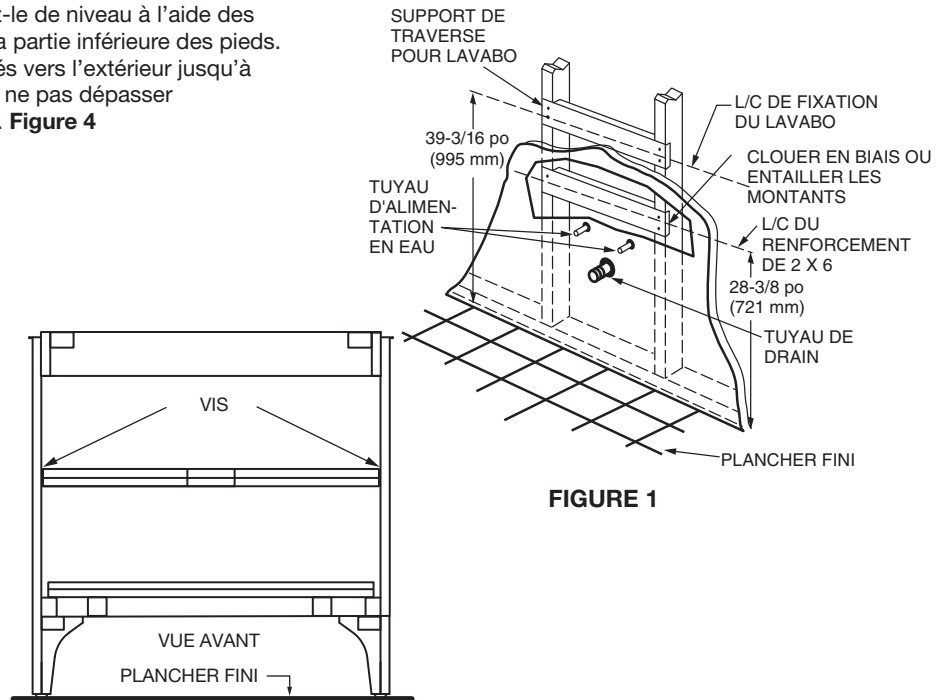

FIGURE 1
- Fournissez le renforcement adéquat requis pour fixer le meuble-lavabo au mur. La ligne centrale du renforcement doit être située à 28-3/8 po (721 mm) du sol. **Figure 1**